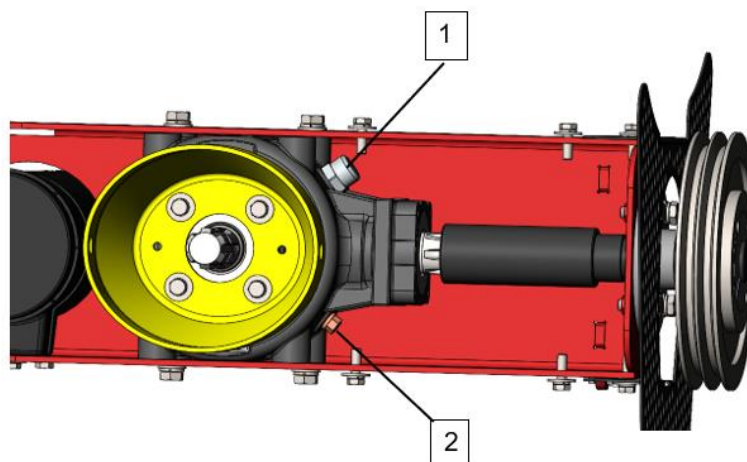

Fig. 14
4. Verwijder de ontluchter ((1) Fig. 14).
5. Verwijder de olie door middel van een zuigpomp of plaats een opvangbak van voldoende capaciteit (meer dan 2,5 liter / 0,66 gall) onder de aftapplug (2) en verwijder de plug.
7. Plaats de aftappug terug (2).
8. Vul de tandwielkast via de ontluchter met de in het onderhoudsschema vermelde hoeveelheid en soort olie (1).
9. Plaats de ontluchter terug (1).